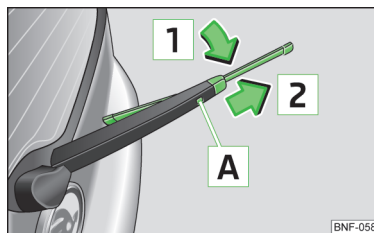

Fig. 124
- Ridicați brațul ștergătorului de pe lunetă și basculați puțin lamela ștergătorului de lunetă în sensul brațului ștergătorului de lunetă, săgeata **1** » fig. 124.